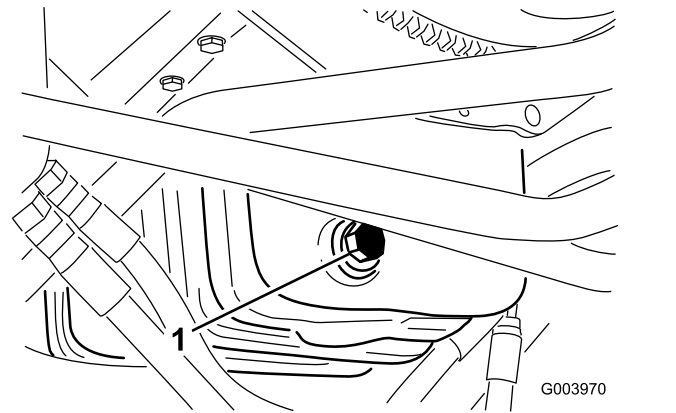

Bild 53
1. Entfernen Sie die Ablassschraube (Bild 53) und lassen Sie das Öl in die Auffangwanne ab.